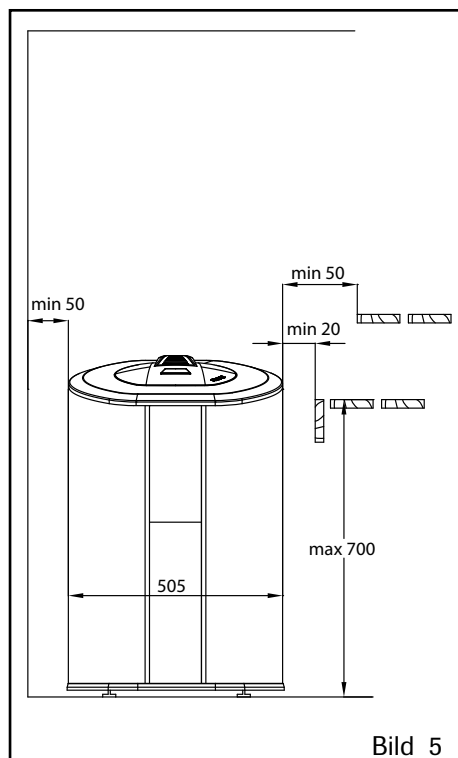

Bild 5
- Om aggregatet integreras med bastulavar eller om ett skyddsräcke monteras runt aggregatet skall de angivna säkerhetsavstånden iakttas (bild 5 och 6)